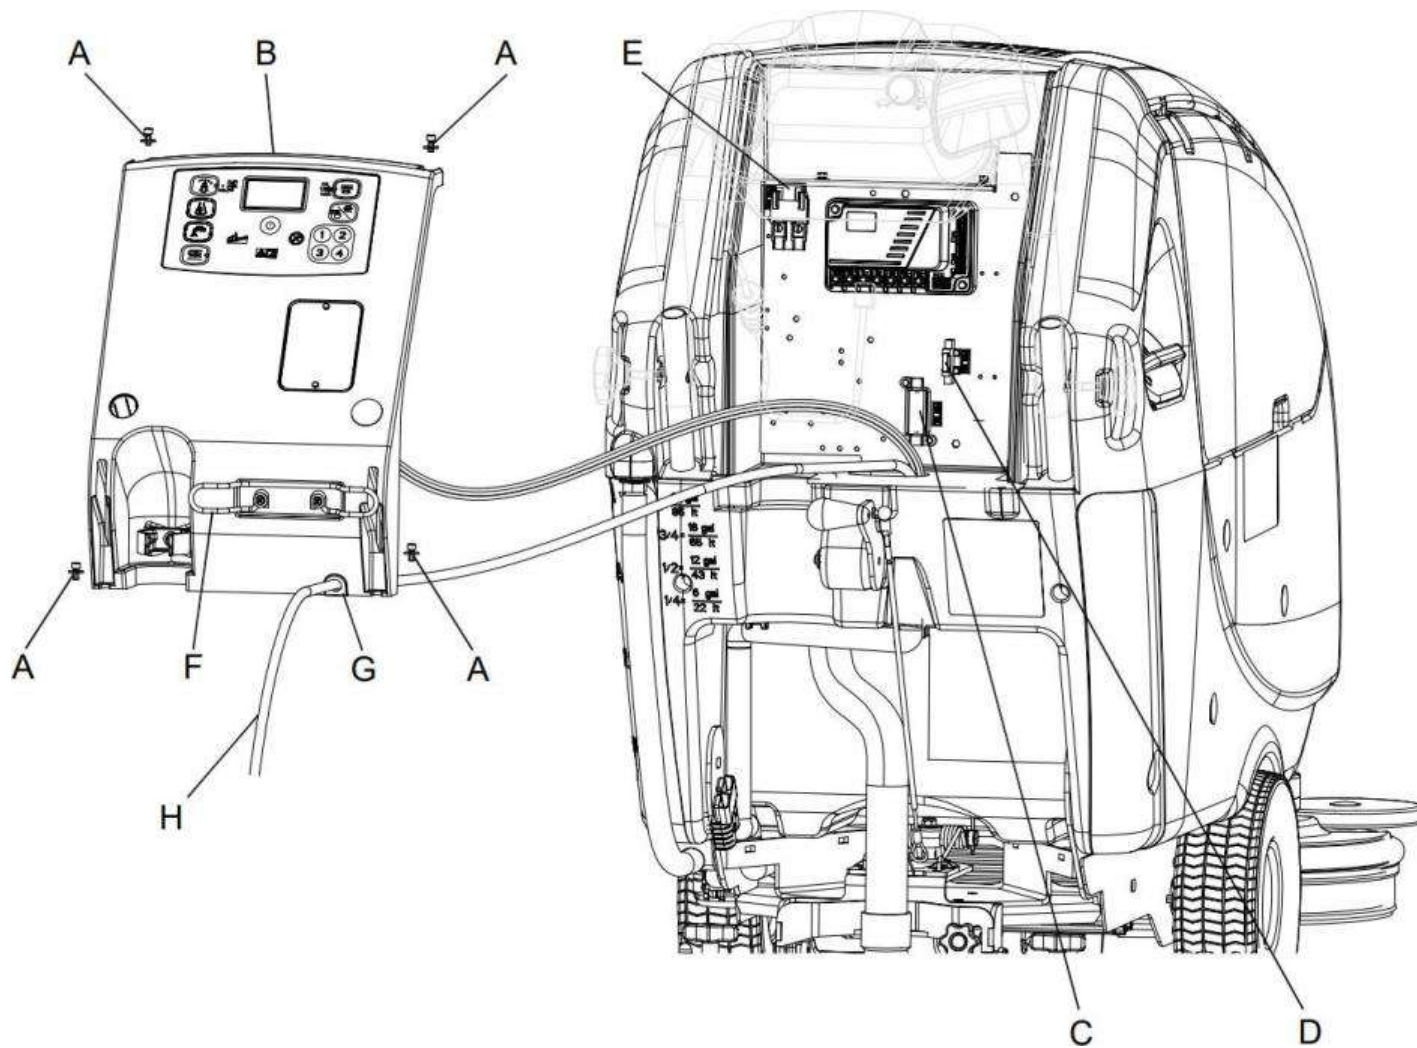

Abb. 15
*Es kann auch gespült werden, wenn der Reinigungsmittel tank (45) mit Wasser befüllt ist. Auf diese Weise wird die Anlage gründlich ausgespült. Die Anlage sollte gespült werden, wenn sie sehr schmutzig/verkrustet ist, lange stillgelegt war oder das Gerät lange nicht gereinigt wurde.*
*Die Spülfunktion kann auch aktiviert werden, um das Befüllen des Reinigungsmittelsrohrs zu beschleunigen, wenn der Tank (45) voll, aber die Anlage noch leer ist.*
1. Den Stecker (12) der Batterien trennen.
2. Das Ablassrohr des Sammelwassers (16) versetzen.
3. Falls erforderlich, das Ladeegerätabel (H, Abb. 15) vom Halter (F) abnehmen.
4. Die Schrauben (A) entfernen und vorsichtig die Platte (B) verschieben, indem die Durchführung (G) aus dem Sitz der Platte (B) genommen wird.